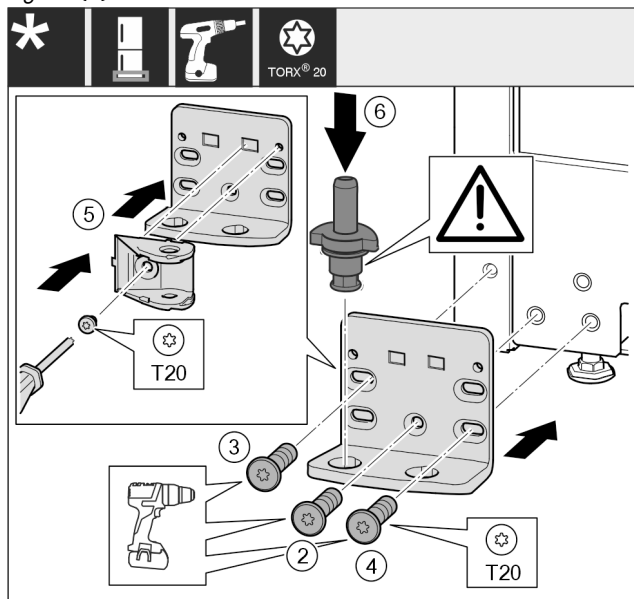

Fig. 26
- ▶ Applicare il blocco di supporto sull'altro lato e avvitarlo con l'aiuto di un cacciavite T20. Con la vite 2 iniziare sotto nel centro. Fig. 26 (2)
- ▶ Stringere le viti 3 e 4. Fig. 26 (3,4)
- ▶ Ruotare di 180° il collegamento dell'ammortizzatore di chiusura. Sull'altro lato del blocco di supporto avvitare con il cacciavite T20. Fig. 26 (5)
- ▶ Inserire completamente i perni di supporto. Facendo ciò assicurarsi che la camma di arresto sia rivolta all'indietro. Fig. 26 (6)